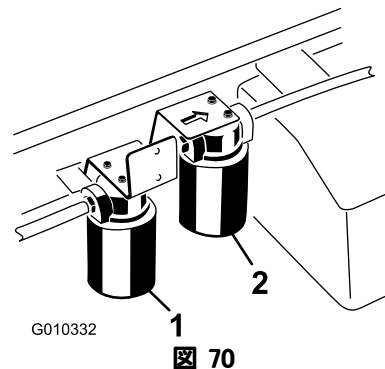

図 70
2. フィルタ取り付け部の周辺をウェスできれいにぬぐう。フィルタの下に廃油受けを置いてフィルタを外す (図 70)。
1. ハイフロー・フィルタを取り付けている周辺をウェスできれいにぬぐう (図 70)。フィルタの下に廃油受けを置いてフィルタを外す。